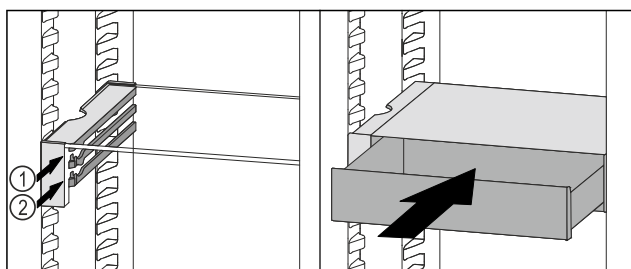

Fig. 121
- Așezați sertarul VarioSafe în spatele opritoarelor pe nervura dorită Fig. 121 (1) sau Fig. 121 (2).